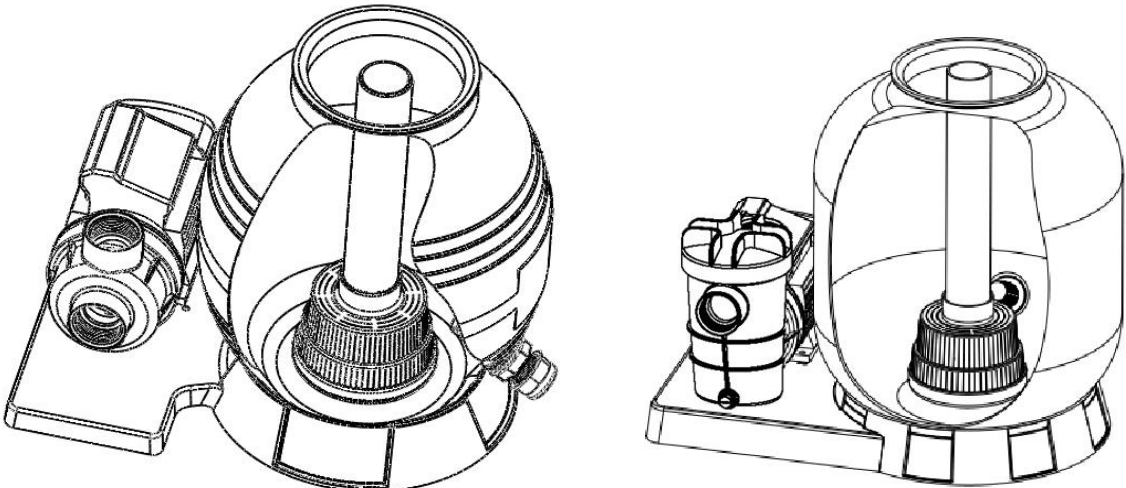

Abb. 3
- 3. Drücken Sie den Sandfilterbehälter auf die Grundplatte und drehen Sie ihn so, dass die Ablassöffnung des Filterbehälters nach außen (Abb. 3) zeigt. Dies kann auch zwischen den einzelnen Modellen etwas variieren.